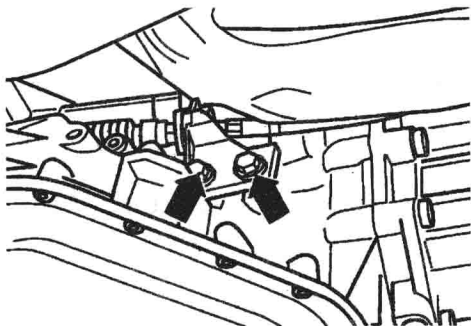

图 1-15 拉索轴承座螺栓
①拔下多功能开关导线插头_____。
②晃动保险杠杆_____,拉下变速器输电线路插头。
③拉下变速器速度传感器插头。
(4) 拆卸排气管:
①标记换挡杆拉索连到_____的轴承座位置,便于安装时使用。
②拧下_____,如图 1-15 所示,拆下前面的排气管。
(5) 拆卸 ATF 油管: